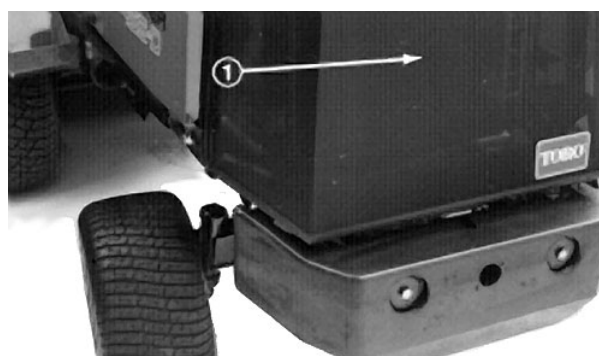

Figure 44
- B. Dévissez les boutons et déposez l'écran arrière (Fig. 44). Nettoyez soigneusement l'écran.